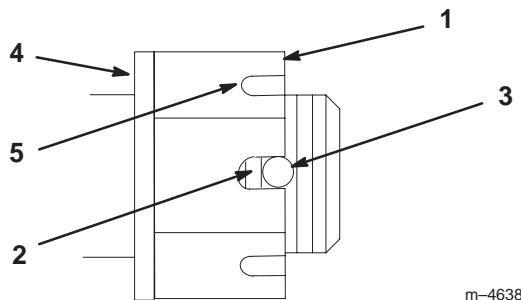

Figure 49
- Serrez le boulon crénelé à 170 Nm (125 pieds-livre) (Fig. 49).
- Contrôlez la distance entre la base de la fente de l'écrou et le bord intérieur du trou. On ne doit pas voir plus de deux filets (Fig. 49).
- Si plus de deux filets sont visibles, enlevez l'écrou et placez une rondelle entre le moyeu et l'écrou (Fig. 49).
- Serrez l'écrou jusqu'à ce que le jeu de fentes suivant soit en face du trou de l'axe (Fig. 49).